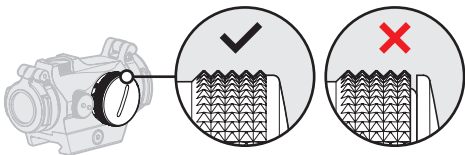

Рисунок 6. Батарейный отсек и крышка батареи
Очистите поверхности контактов в батарейном отсеке и убедитесь, что батарея (7) исправна и установлена правильно, как описано в разделе 2.1.1. Убедитесь в **отсутствии** зазора между крышкой (6) и батарейным отсеком. См. рисунок 6. Если неисправен поворотный переключатель (8), обратитесь к поставщику или оружейному мастеру.